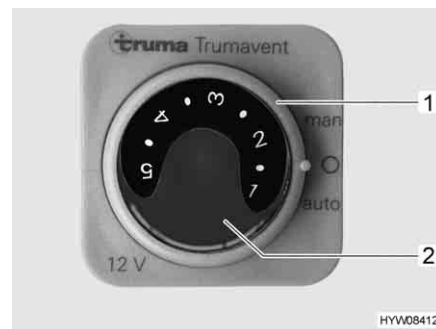

Fig. 123 Centralina di controllo per ventola di ricircolo dell'aria
- Impostare l'interruttore girevole (Fig. 123,1) sulla centralina di controllo della ventola di ricircolo su "man".
- Posizionare la manopola (Fig. 123,2) sulla potenza desiderata (3-5).
- Impostare l'interruttore girevole (Fig. 123,1) sulla centralina di controllo della ventola di ricircolo su "0".